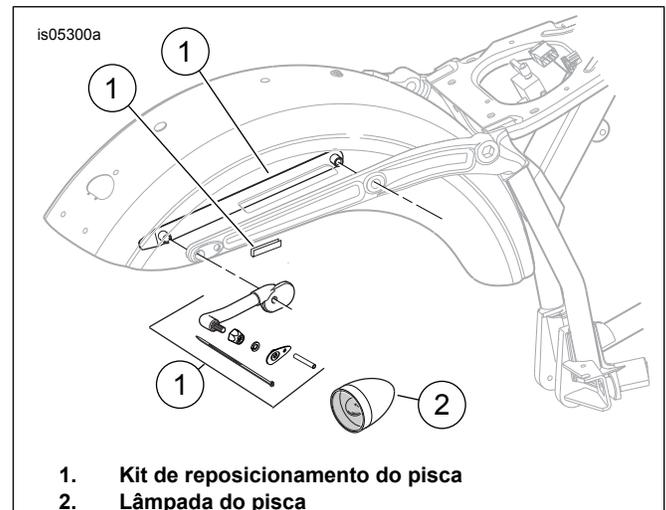

Figura 1. Kit de reposicionamento do pisca-pisca, FXDB
3. **FXDB ano 2009 e posteriores:** Veja Figura 1. Use o suporte do pára-lama incluído no Kit 68227-09 de reposicionamento dos pisca-piscas.
2. Veja Figura 1. Meça aproximadamente 38 mm (1-1/2 pol.) da borda inferior do alforje. Oriente o refletor horizontalmente e centralize o suporte do refletor com cuidado entre as tiras das bolsas ou localize-o na parte traseira das bolsas sem tiras. Pressione gentilmente o suporte do refletor contra o alforje para que a tinta transferir, e faça pequenos furos no alforje onde as marcas de tinta transferiram para o alforje.